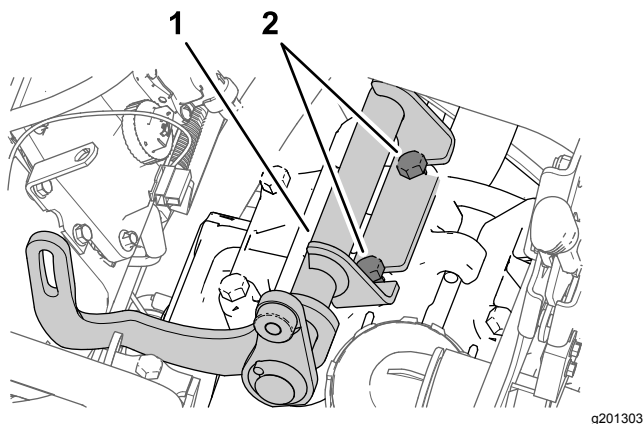

Figure 179
2. Placez le support d'alternateur entre les boulons que vous avez desserrés à l'opération 1 et la tête de pompe (Figure 179).